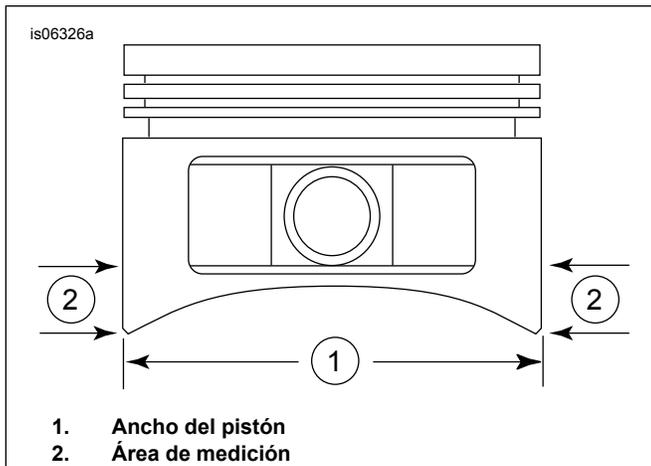

Figura 1. Medidas del pistón
- Vea Figura 1. Mida el ancho del pistón (1), a 90 grados en sentido horizontal desde ambos lados del agujero del pasador del pistón y a 11,811 mm (0,465 pulg.) por encima (2) de la parte más baja de la faldilla. Vea la Tabla 2 para saber cuál es el ajuste del pistón al cilindro en esta ubicación.